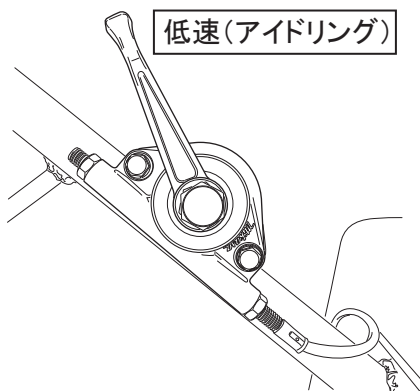

図 27
3. 调速レバーを低速(アイドリング位置)にします。(図27)